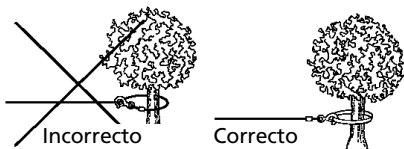

Figura 4
9. NUNCA ENGANCHE EL CABLE DE ALAMBRE SOBRE SÍ MISMO PORQUE PODRÍA DAÑAR EL CABLE DE ALAMBRE. Use una eslinga de nilón (Figura 4).